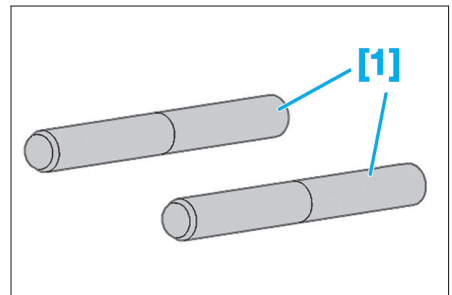

Fig. 41
- [1]. Outil de positionnement du porte-arbre à cames (réf : 0194-N) (Fig.41).